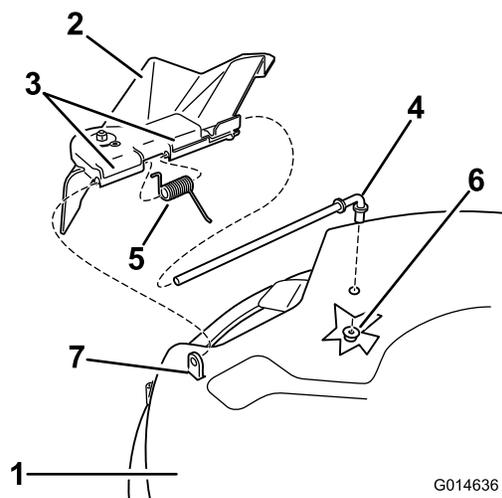

Figure 57
1. Retirez l'écrou (3/8 po) de la tige, sous le tablier de coupe (Figure 57).
2. Sortez la tige de la courte cheville de positionnement, du ressort et du déflecteur d'herbe (Figure 57).
4. Remettez en place le déflecteur d'herbe (Figure 57).
7. Insérez la tige dans le deuxième support du déflecteur d'herbe (Figure 57).
9. Fixez l'extrémité arrière de la tige dans le tablier de coupe à l'aide d'un écrou (3/8 po), comme montré à la Figure 57.